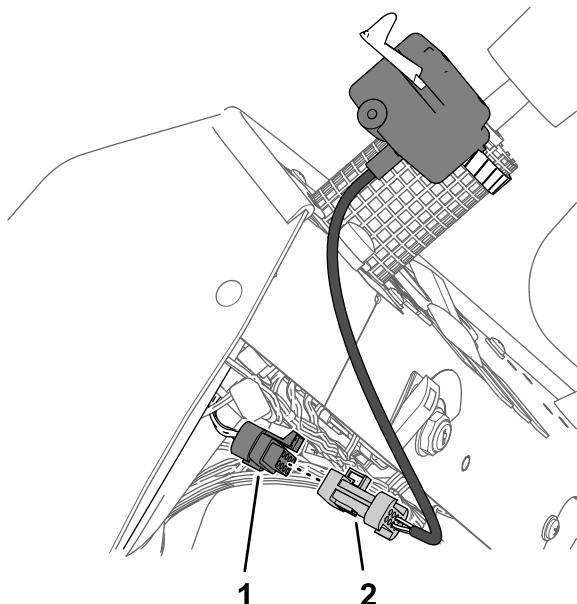

Figura 35
2. Ligue o conector de oito tomadas do ramal com 108 cm da cablagem do sinal de mudança de direção no conector de oito pinos da cablagem do interruptor do sinal de mudança de direção (Figura 35).